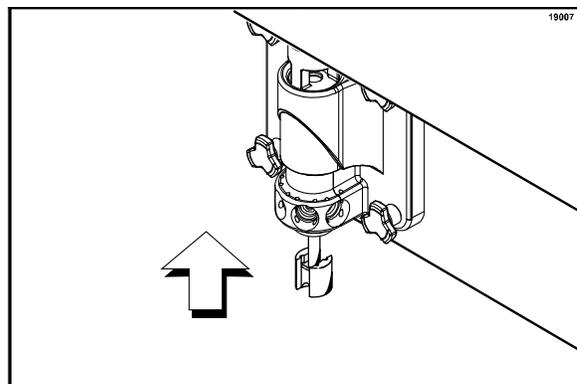

図124
14. スピナーブレードをドライブスピナー中心部、ドローバルブ空洞部(キャビティー)に通し、ドローバルブ上部にブレードの先端部が見えるまで押し上げます。スピナーブレードは、フリーザードア下部で、ドライブスピナーにはまるはずですが、このとき、スピナーブレード上部は、スピナーカブリングにはまる位置まで上がっています(図124を参照)。